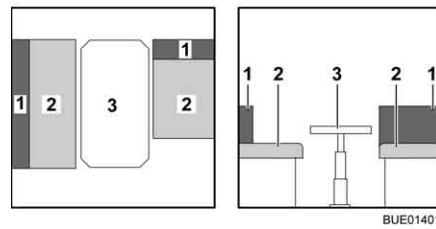

Fig. 121 Avant la transformation
- Convertir la table (Fig. 121,3) en sommier de lit (voir paragraphe 6.10).